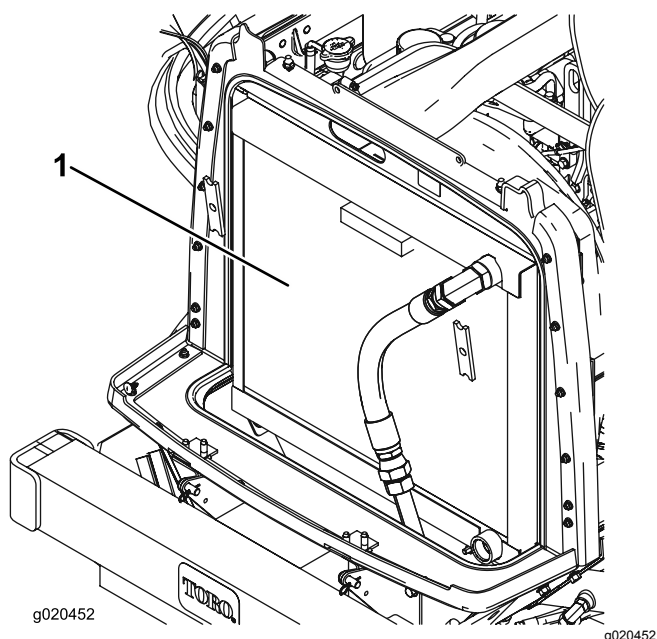

Figure 89
3. Nettoyez soigneusement les deux côtés du radiateur/refroidisseur à l'air comprimé (Figure 89).